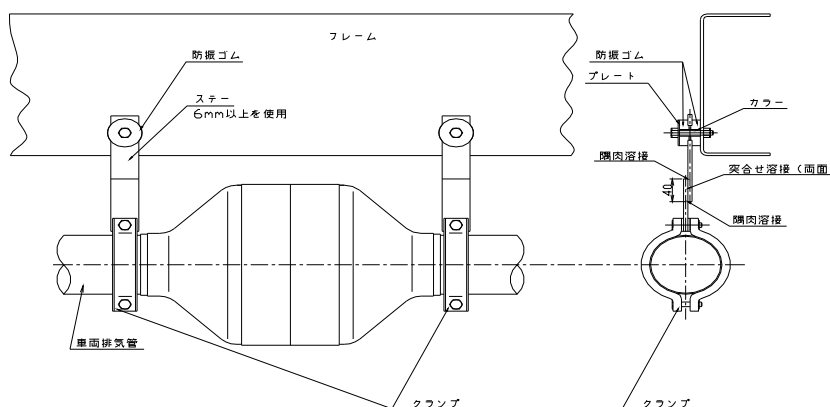

図 8
標準的な吊り方として、図8、9の方法を参考に搭載して下さい。
- ・ ステーを溶接で継いで作る場合、図8のように重なる部分を40mm確保すること。
②標準の吊り方ー2